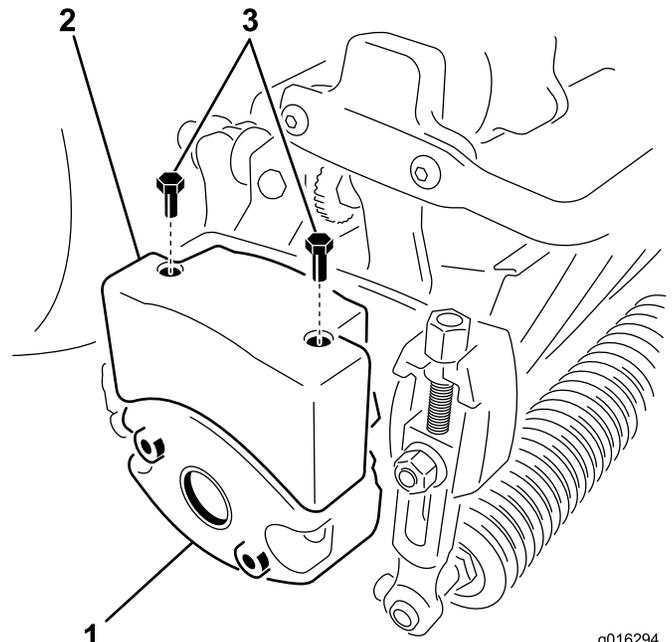

Figure 10
4. Retirez les 2 boulons de fixation de la masse à sur le côté gauche du plateau de coupe (Figure 10).
- Montez la masse supérieure sur la masse du plateau de coupe avec 2 vis à tête creuse (Figure 10).